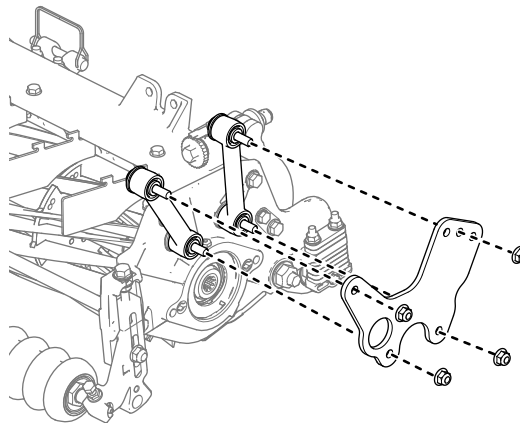

Рисунок 22
2. Установите неподвижную пластину на болты и закрепите ее с помощью снятых ранее гаек. (Рисунок 22).